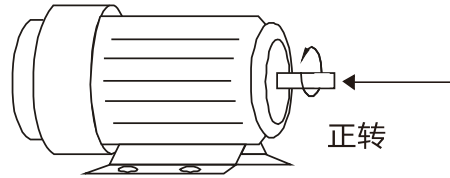

图 5-1
- ☑ 将变频器输出端子 U/T1、V/T2、W/T3 相对连接至马达 U/T1、V/T2、W/T3 端子，若变频器数字控制面板上正转 (FWD) 指示灯亮，即表示变频器执行正转，马达以逆时针方向旋转，如下图5-1所示 (以面对马达转轴末端的视角做观测，如下图箭头所指方向)；若反转 (REV) 指示灯亮，则表示变频器执行反转，马达旋转方向与下图5-1相反。如果无法确定变频器输出端子 U/T1、V/T2、W/T3 连接至马达 U/T1、V/T2、W/T3 端子是否一对一连接，而变频器执行正转时，马达为反转方向，那么只要将马达 U/T1、V/T2、W/T3 端子中任意两条对调即可。